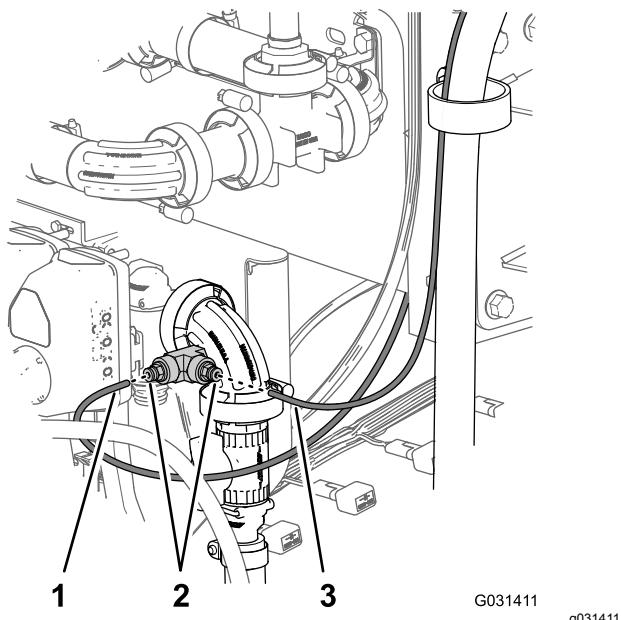

Figura 186
4. Inserte el extremo del tubo del sensor de presión para el indicador de presión del salpicadero en el acoplamiento del tubo, hasta que el tubo esté totalmente asentado en el acoplamiento (Figura 186).
5. Inserte el extremo del tubo del sensor de presión para el indicador de presión del carrete de manguera en el acoplamiento del tubo, hasta que el tubo esté totalmente asentado en el acoplamiento (Figura 186).